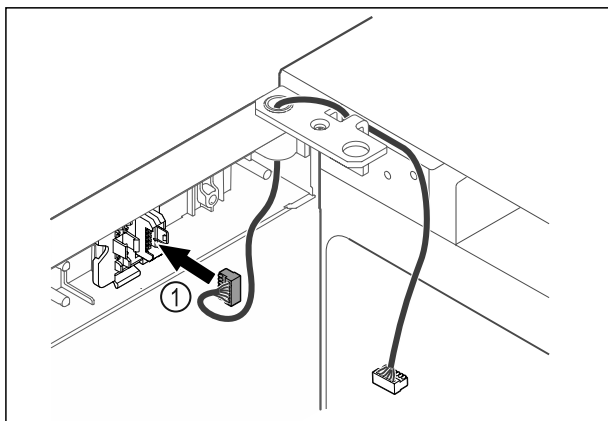

Fig. 49
- ▶ Inserire il connettore Fig. 49 (1) nel porta-connettore.